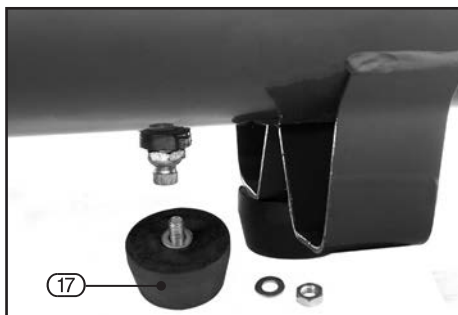

FIG.2
8.2 FITTING THE ANTI-VIBRATION RUBBER FEET – FIG. 2